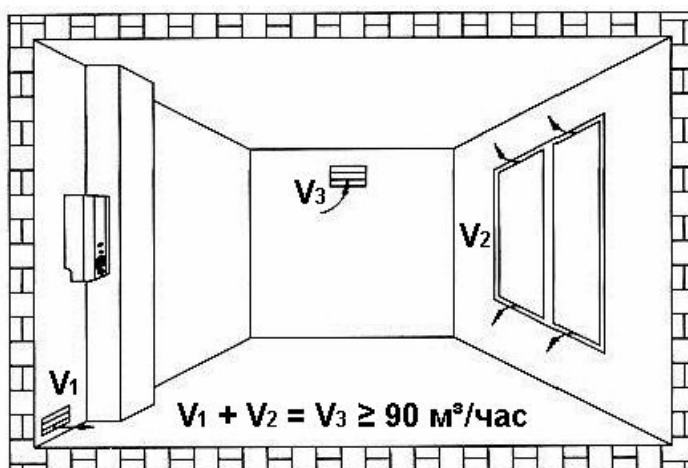

Рис. 9
- количество удаляемого воздуха из помещения (СНиП 2.04.05-91) должно быть не менее $90 \text{ м}^3/\text{час}$ (Рис. 9);